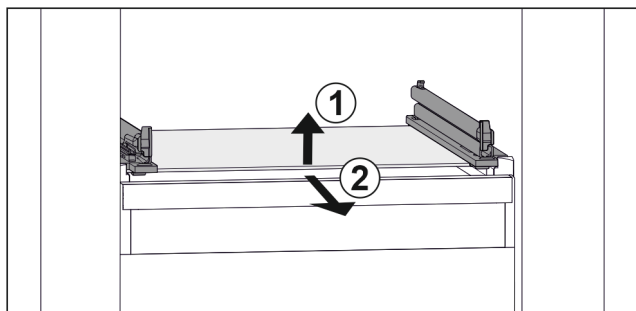

Fig. 133 Simbolična slika steklene plošče
- ▶ Stekleno ploščo dvignite v smeri naprej. Fig. 133 (1)
- ▶ Stekleno ploščo odstranite v smeri naprej. Fig. 133 (2)